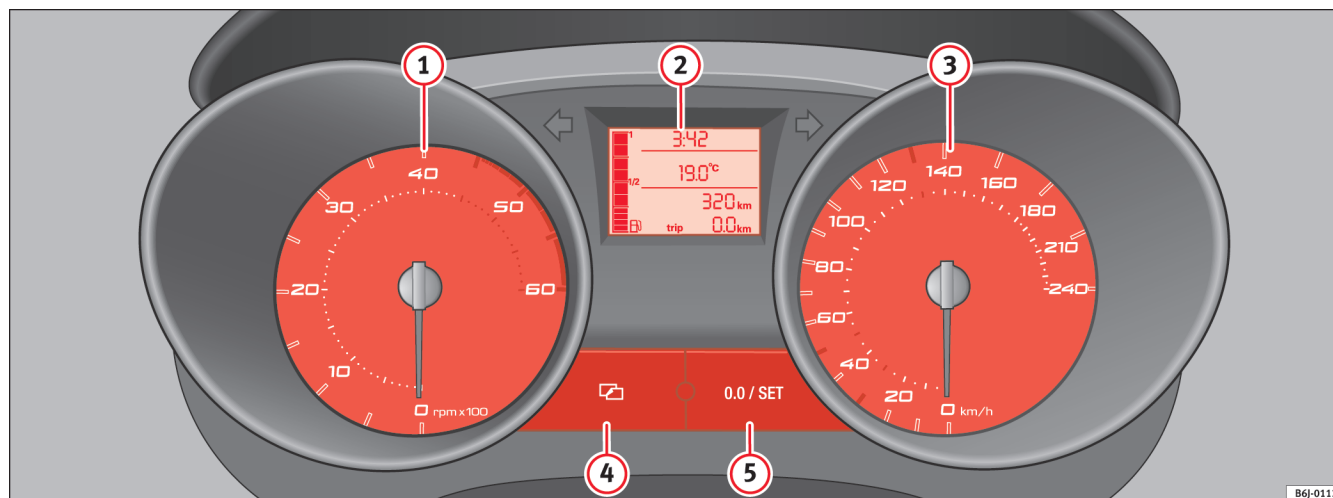

Fig. 30 Détail du tableau de bord : combiné d'instruments
Le début de la zone rouge du compte-tours ⇒ page 57, fig. 30 ① représente, pour chaque vitesse, le régime maximal autorisé du moteur à sa température normale de fonctionnement. Il est recommandé d'engager la vitesse immédiatement supérieure, d'enclencher le levier sélecteur en position D ou de lever le pied de l'accélérateur avant que l'aiguille n'atteigne cette zone.
- Pour régler les heures, appuyez sur la touche **4** ⇒ page 57, fig. 30. L'option « heures » clignotera sur l'afficheur et elle se règle grâce au bouton **5** « set » ⇒ page 57, fig. 30.
Le totalisateur inférieur enregistre les trajets partiels. Le dernier chiffre indique les centaines de mètres. Le compteur pour les trajets courts peut être remis à zéro en appuyant sur le bouton de remise à zéro ⇒ page 57, fig. 30 (6).